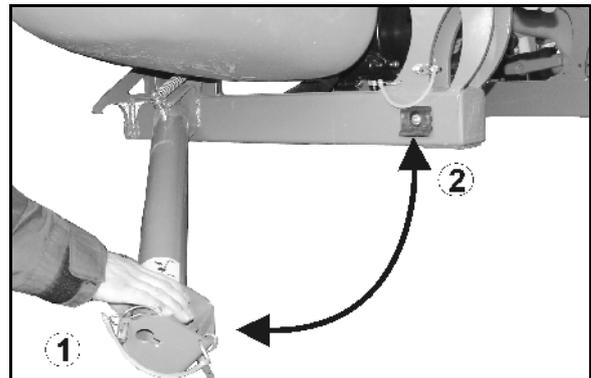

Fig. 27
- bascular para trás (Fig. 27/1), para a posição de repouso.
- bascular para a frente (Fig. 27/2), para a posição de transporte.